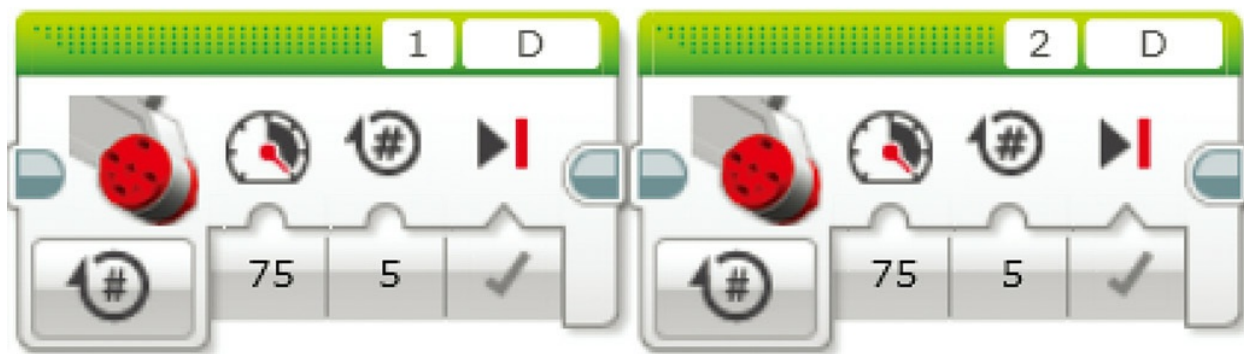

图11.23 这两个模块分别控制两个不同的轮子
2. 将其中一个模块设置为“层号1 D端口”，并将另一个模块设置为“层号2 D端口”。最终的结果应该看起来与图11.23类似。